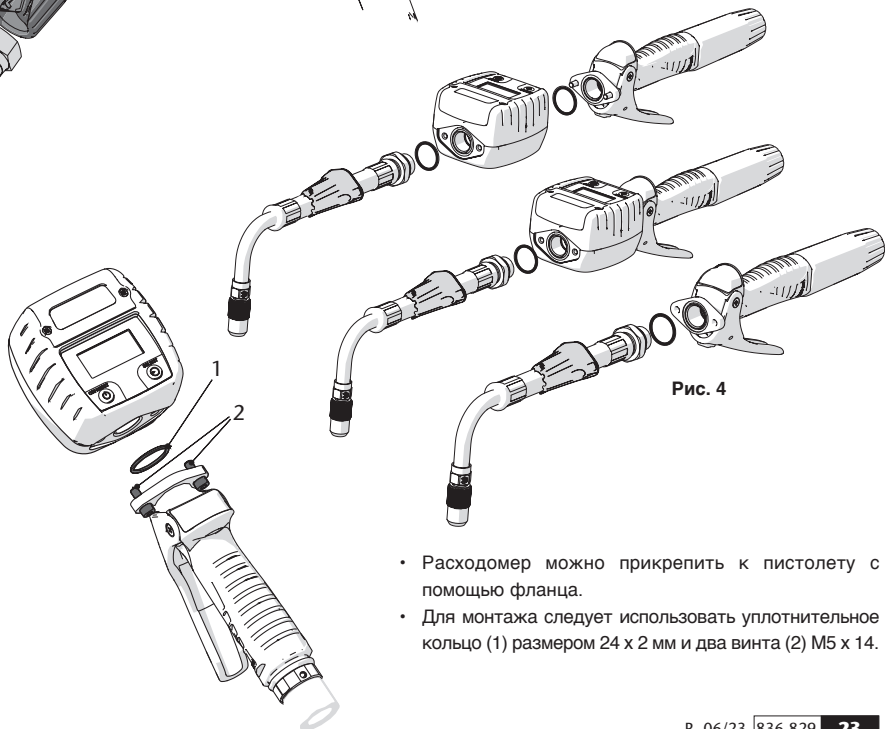

Рис. 4
- Чтобы обеспечить герметичность, выходной патрубков следует устанавливать с помощью предоставленного уплотнительного кольца, обращая внимание на положение уплотнительного кольца в корпусе фланца. Смазать уплотнительное кольцо перед монтажом (рис. 4).